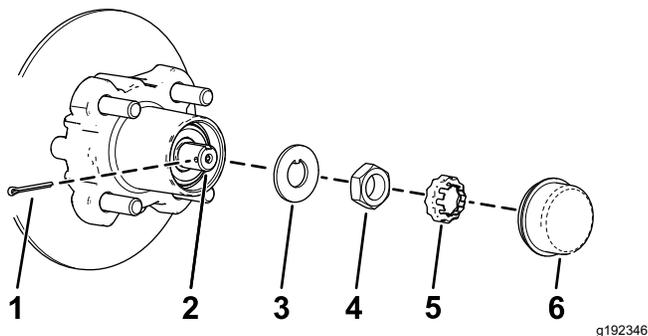
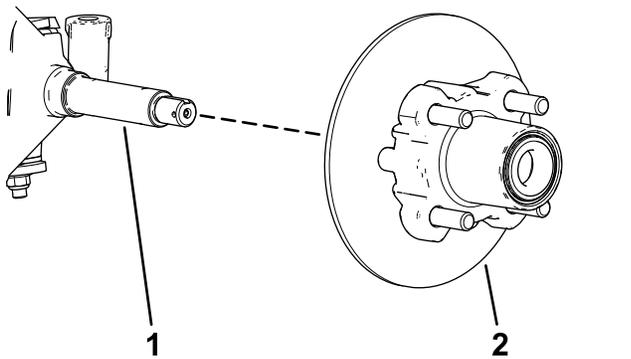

图 34
图 35
4. 从轮毂上卸下防尘盖图 34。
5. 从主轴和主轴螺母上卸下开口销和螺母卡环图 34。
6. 从主轴上卸下主轴螺母将轮毂和转子总成从主轴上分开图 34和图 35。